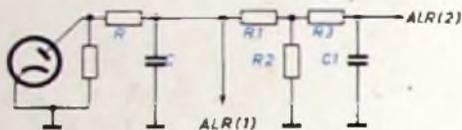

Abb. 5. Andere Art der Regelspannungsteilung
volle Regelspannung ALR(1) erhalten. Weiterhin lassen sich R1 und R2 ohne Bedenken recht groß machen (bis etwa 1,5 MΩ), was im Hinblick auf eine große Gleichspannung von Vorteil ist. Auch nach Abb. 5 ist eine Teilung der Regelspannung möglich. Hier arbeitet man mit nur einem Außenwiderstand und teilt die Gleichspannung in den Zeitkonstantengliedern, die in der Regelleitung liegen. Maßgebend sind die Widerstände R1, R2, R3. Die Zeitkonstante der in den Regelleitungen befindlichen Widerstände und Kondensatoren liegt bei etwa 0,1 s. Sie muß groß genug sein, um ein Ausregeln der tiefsten Niederfrequenz zu verhindern, und klein genug, um auch schnelle Schwankungen des Trägers ausregeln zu können.